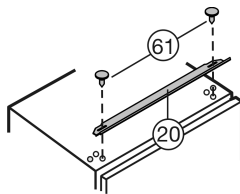

Fig. 11
- ▶ Atornille el panel de compensación Fig. 11 (20) a través de los agujeros oblongos sobre el aparato Fig. 11 (61).
- ▶ Desplace el panel de compensación Fig. 11 (20) hasta el tope del lado del tirador.